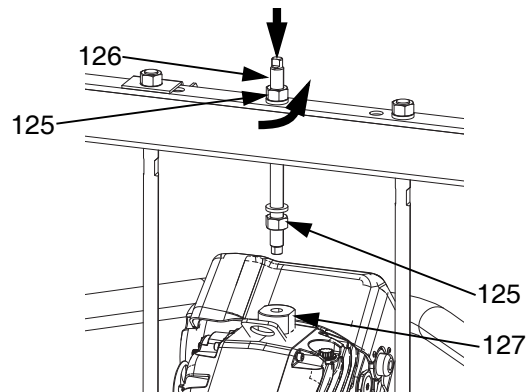

FIG. 28: Plato de 200 l (55 gal.)
- a. *Unidades de suministro D200 de 7,6 cm (3 pulg.) y D200s de 16,5 cm (6,5 pulg.):* Afloje la tuerca (125) debajo del travesaño. Use una llave para sujetar el adaptador del anillo de elevación (127) en su sitio y afloje con otra llave la varilla roscada (126) encima del travesaño. Consulte la FIG. 28.